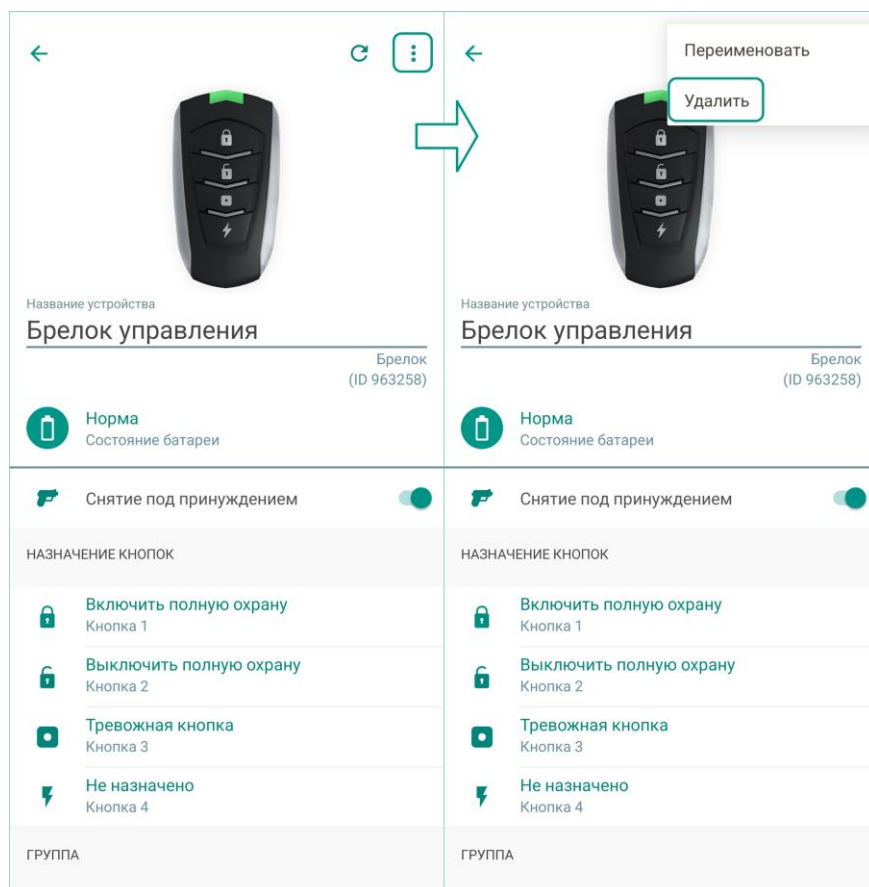

Рисунок 11.1 — Удаление радиоустройства в приложении
1. В приложении на экране настройки радиоустройства (см. рисунок 11.1).